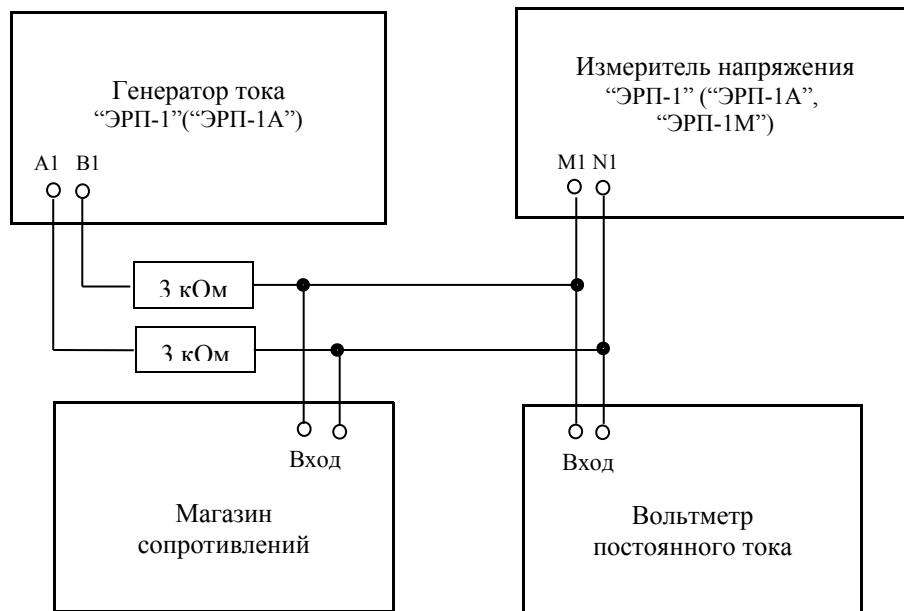

Рисунок 59
8.3.5.6.2 Собрать схему определения относительной погрешности измерений амплитуды входного напряжения измерителем, приведенную на рисунке (Рисунок 59).